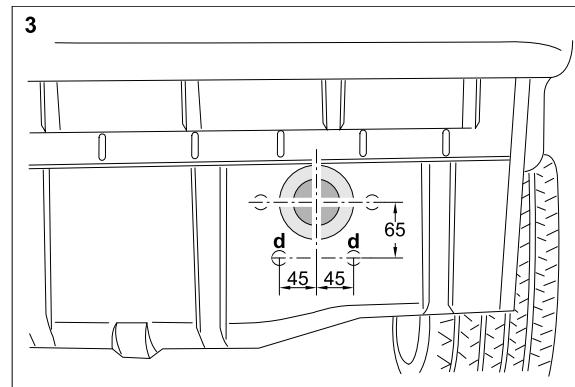

Bild 3: Bohrungen Heckblech rechts und Dichtring
- 6.) Erforderliche Bohrungen in Heckblech bei "d" im Bereich unterhalb der rechten Pralldämpferöffnung anzeichnen und mit  $\varnothing$  14 mm bohren (siehe Bild 3).
- 7.) Heckblech im Bereich um **rechte** Pralldämpferöffnung reinigen und beiliegenden Schaumstoffdichtring um Öffnung aufkleben. (siehe Bild 3).